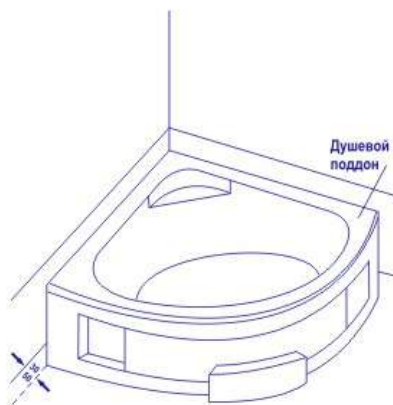

Рис. 2
2. Переместить поддон в подготовленное место. Отрегулировать и зафиксировать ножки на необходимый уровень так, чтобы он находился строго в горизонтальном положении. (Рис. 2)